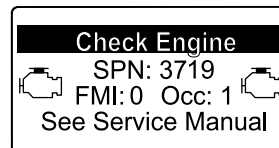

Figura 52
- Se è necessaria una rigenerazione di recupero, viene visualizzata un'avvertenza motore nell'InfoCenter SPN 3719, FMI 16 (Figura 52) e il computer riduce la potenza del motore all'85%.